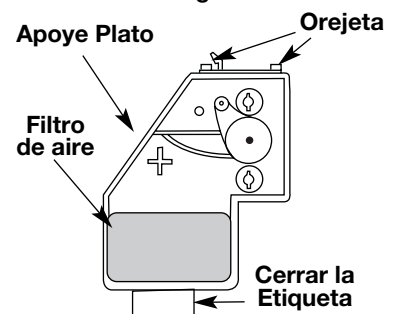

Fig. 31
- Instale de nuevo la tapa del filtro de aire. Haga coincidir las ranuras que hay en la parte superior de la tapa del filtro de aire con las lengüetas de la parte superior de la placa posterior (Fig. 31).